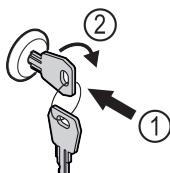

Fig. 169
- Вдавити ключ. Fig. 169 (1)
- Повернути ключ на 90° за годинниковою стрілкою. Fig. 169 (2)